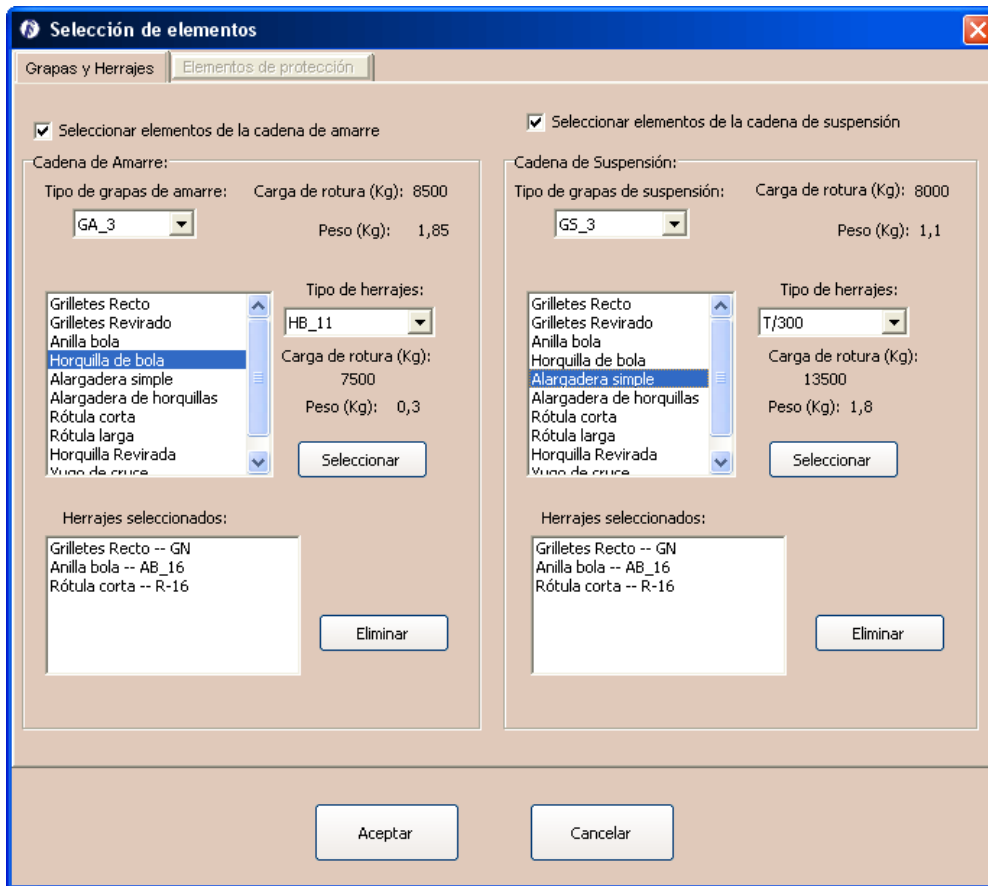
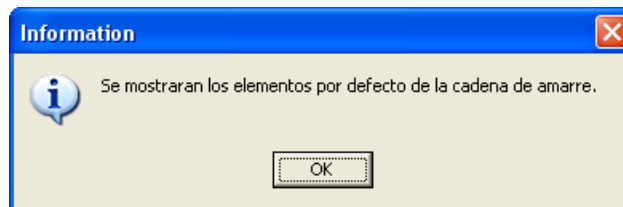

Figura 8.3. Selección de elementos para la memoria. Grapas y herrajes
Figura 8.4. Información sobre los elementos de la cadena de amarre.
- **Selección de elementos de la memoria.** Al pulsar sobre este botón nos aparece la siguiente ventana (Figura 8.3). En la pestaña *Grapas y Herrajes* podemos elegir los herrajes que deseamos introducir en nuestra línea y por lo tanto que irán en la memoria y en el presupuesto. Una vez marcamos la casilla *seleccionar elementos de la cadena de amarre o seleccionar elementos de la cadena de suspensión* el programa nos advierte (Figura 8.4) de que hay una configuración por defecto que pone automáticamente si damos a *ok*. Podemos poner nosotros los herrajes que estimemos necesarios e incluso editar nuevos herrajes en la base de datos de herrajes y grapas (véase puntos 4.5 y 4.6).